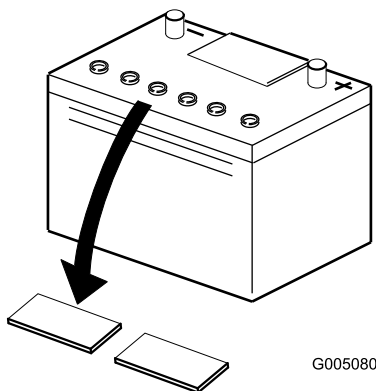

Bild 6
2. Reinigen Sie die Oberseite des Akkus und nehmen Sie die Entlüftungsdeckel ab (Bild 6).